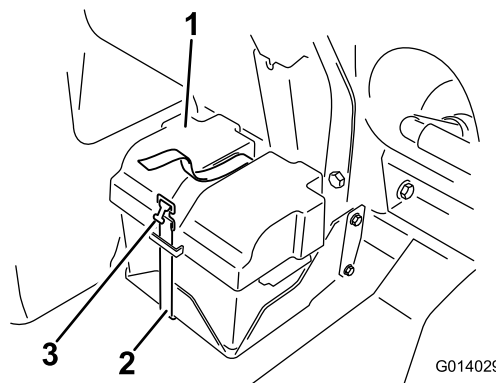
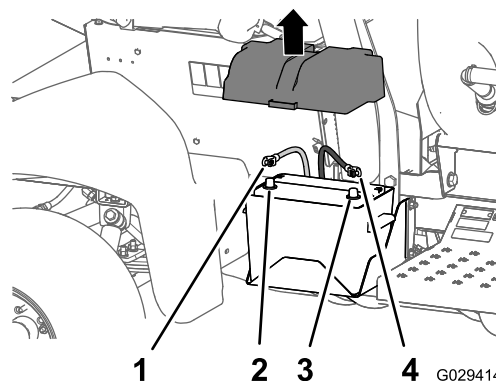

图 1
图 2
1. 拆下电池盖从电池电极上断开负极电池线黑色—接地线 图 1 和 图 2。
2. 从电池电极上断开正极红色接线 图 2。